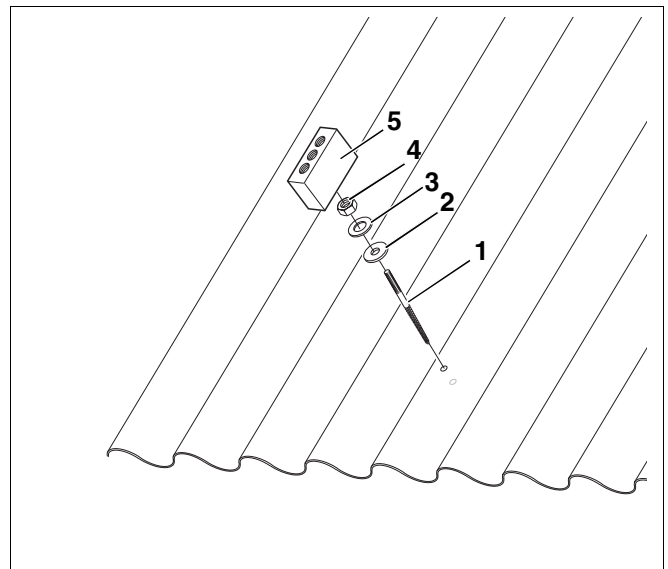
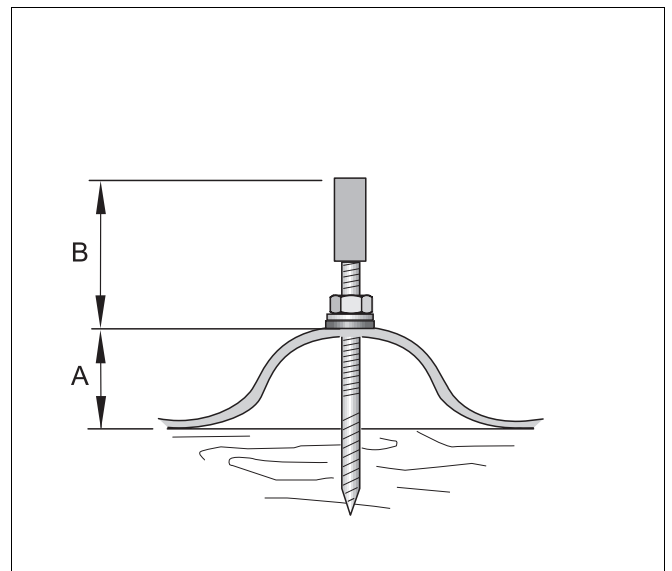

Abb. 4 Reihenfolge Stockschrauben-Montage
Abb. 6 Montierte Stockschraube auf Wellplattendach
- Montieren Sie die Stockschrauben gemäß Abb. 4 vor. Beachten Sie beim Zusammenbau die Reihenfolge der einzelnen Teile.
- Drehen Sie den Haltebock (Abb. 4, **Pos. 5**) bis zum Anschlag auf die Stockschraube (Abb. 4, **Pos. 1**).
- Drehen Sie die Stockschraben so weit ein, bis das Maß B (Abb. 6) erreicht ist.
- Beachten Sie beim Eindrehen der Stockschraben, dass der Abstand B (Abb. 6) bei allen Stockschraben gleich ist.
- Drehen Sie die Mutter (Abb. 4, **Pos. 4** Seite 8) fest, bis die Dichtscheibe (Abb. 4, **Pos. 2** Seite 8) vollständig auf dem Dach aufliegt. Die Bohrung wird hiermit gleichzeitig abgedichtet (Abb. 6).